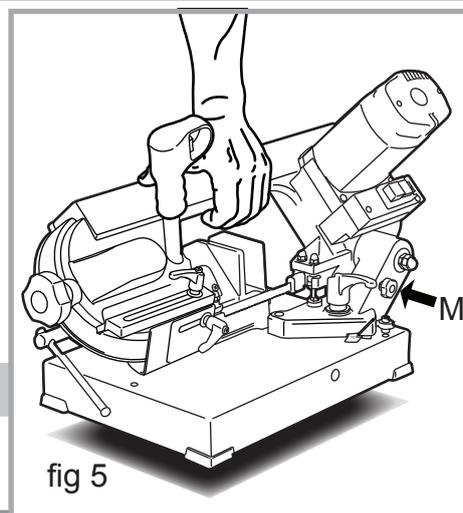

fig 5
- Soulevez la machine comme illustré (fig 5).
1. Desserrez le bouton de verrouillage du guide coulissant (T, fig 5) et faites glisser le guide (D, fig 5) jusqu'à l'arrêt dans la direction indiquée sur la figure.
2. Retirez le garde arrière (U, fig 5) en dévissant les vis le retenant.
3. Tourner le bouton de tension (B, fig 5) dans le sens antihoraire pour abaisser la tension et faciliter le retrait de la lame.